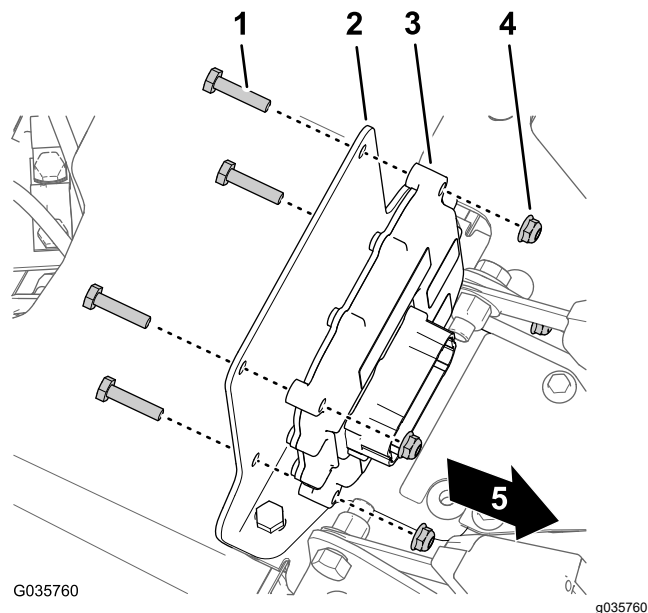

Figure 19
ceintures du conducteur et du passager, et retirez-la de la base de la console (Figure 19).
- Fixez le contrôleur électronique au support de montage (Figure 19) avec les 4 boulons (1/4" x 1 1/8") et les 4 contre-écrous (1/4").